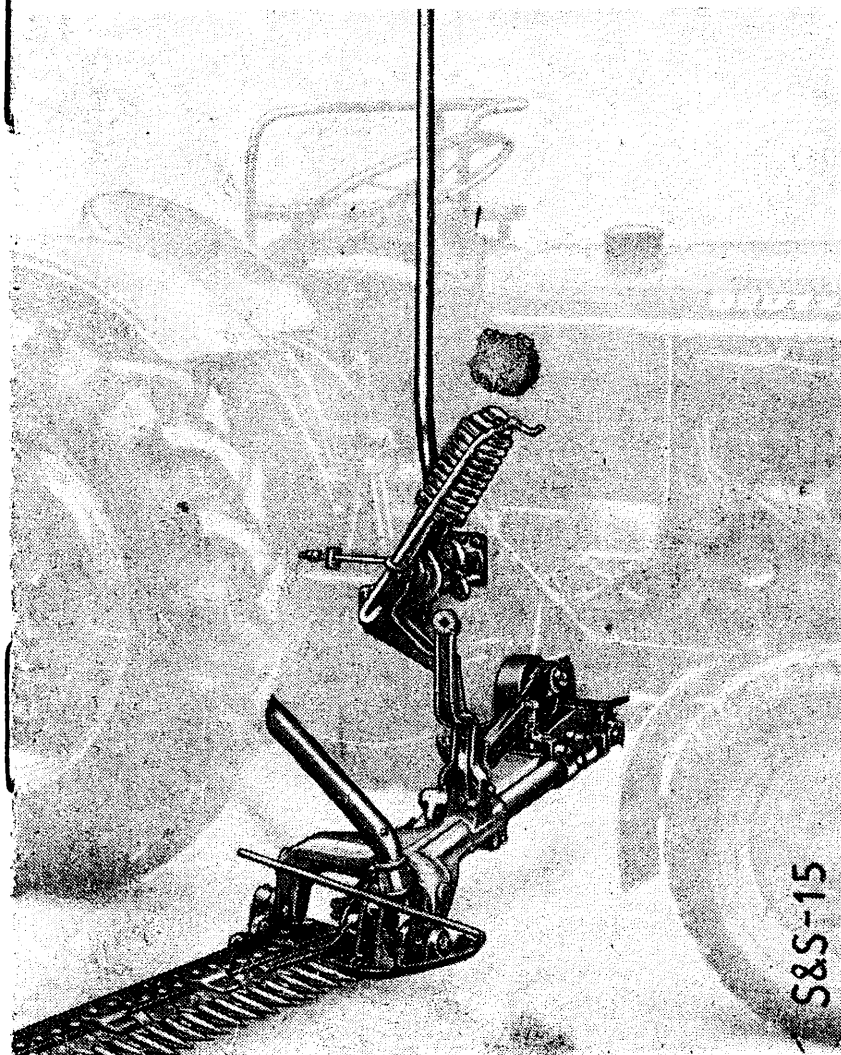

Abb. 1
1. Die **Schutzkastenglocke TM 4542 A** wird auf den Absatz des Mäh-antriebsgehäuses aufgeschoben und mit 3 Sechskantschrauben M 10x30 DIN 601 und 3 Federtringen A 10 DIN 127 sowie der zugehörigen Führung fest verschraubt. (Abb. 1 u. 2)
2. Die **Kurbelscheibe TM 4541 A** (TM 21 282 kpl.) mit Treibstangenlager TS 807 wird durch Linksdrehung auf die Kurbeltriebswelle aufgeschraubt. (Abb. 1 u. 2)
(Abb. 1 u. 2)
9. Die **Treibstange TS 861 C** wird an der Kurbelscheibe TM 4541 A (TM 21 282 kpl.) befestigt, wobei das Klemmband der Treibstange über das Treibstangenlager TS 807 geschoben und die nach unten zeigende Klemmschraube gut angezogen werden muß. (Abb. 1 u. 2)
11. Die **Verbindungsstange** zwischen Hebwerk und Unterbau wird durch Anheben des Mähbalkens und des Unterbaues mit dem oberen Haken in den Hubarm des Hebwerkes eingehängt. (Abb. 1)